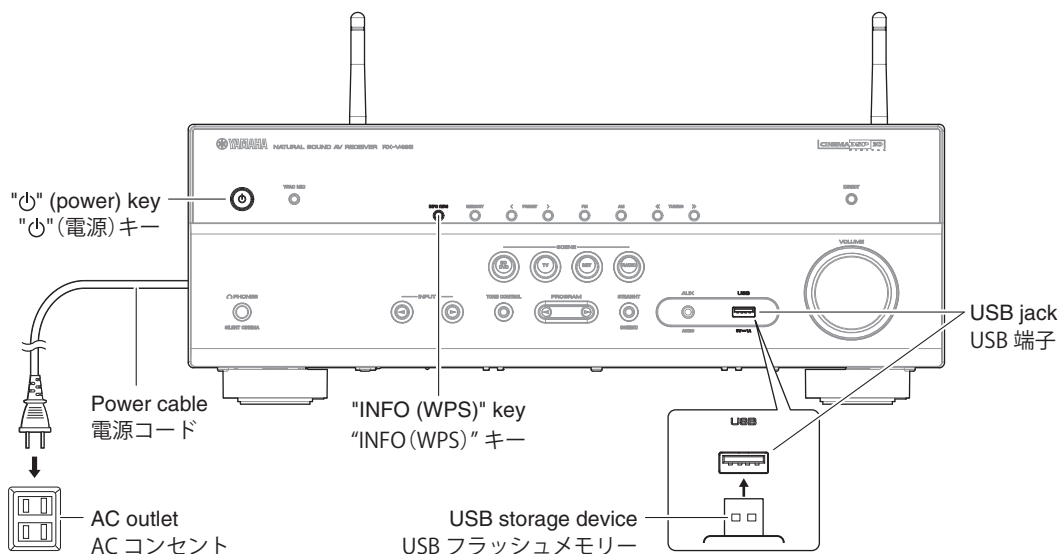

Fig. 1
2. Insert the USB storage device to the USB jack. (Fig. 1)
3. While pressing the "INFO (WPS)" key, connect the power cable to the AC outlet. (Fig. 1)
2. USB 端子に USB フラッシュメモリーを差し込みます。(Fig. 1)
3. "INFO (WPS)" キーを押しながら、電源コードを AC コンセントに接続します。(Fig. 1)
- Press the “” (power) key to turn off the power. (Fig. 1)
- Remove the USB storage device from the USB jack. (Fig. 1)
- “” (電源) キーを押して電源を切ります。(Fig. 1)
- USB 端子から USB フラッシュメモリーを抜きます。(Fig. 1)